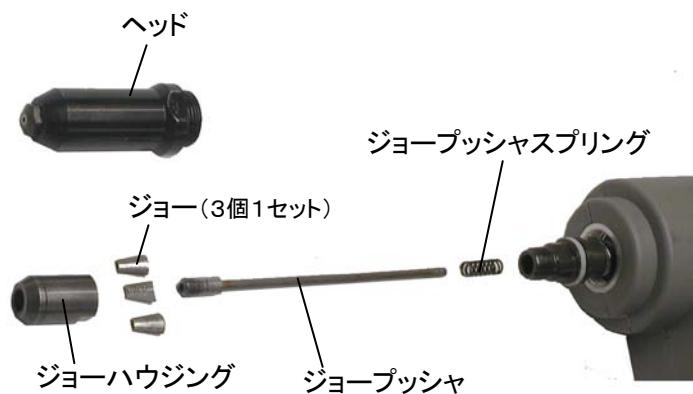

図7-2
- ① 電池パックをリベットツール本体から取り外してください。
- ② 27mmスパナでヘッドを取り外してください。
- ③ 17mmと14mmスパナでジョーハウジングを取り外してください。このとき外れてくる部品を図7-2に示します。